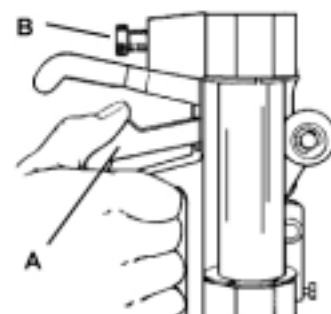

Figure 17
3. Posez votre main gauche fermement sur le verre pour le maintenir contre la plaque avant triangulaire. Prenez la poignée de la TÊTE DE COUPE de la main droite et appuyez sur le LEVIER DE TAQUET DROIT (A) comme il est illustré dans la Figure 17.
5. N'entaillez jamais la même pièce plus d'une fois. Une entaille légère et continue vaut mieux. Si la pression est trop grande, l'entaille s'effritera. La pression est ajustée à l'aide du BOUTON DE PRESSION (B). La position correcte de ce BOUTON exposera environ 13 mm (1/2 po.) de pas de vis.